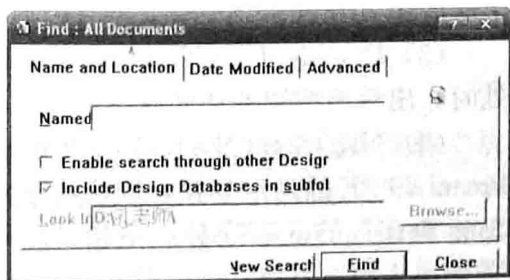

图 1-13 查找文件对话框
(2) New Design（新建设计数据库） 用于创建新的数据库文件。与没有建立数据库前执行“File（文件）→New”（新建）作用相同。
(3) Open（打开） 用于打开已存在的设计数据库文件。
(4) Close（关闭） 用于关闭当前的文件。
(5) Close Design（关闭设计库） 用于关闭当前的设计数据库文件。
(6) Export（导出） 用于将当前设计数据库中的文件输出到其他路径。原理图和 PCB 图中，该命令的功能存在一些区别。
(7) Save All（保存全部） 用于保存当前所有已打开的文件。
(8) Send by Mail（发送邮件） 用于将当前设计数据库通过 Email 传送到其他计算机。
(9) Import（导入） 用于将其他文件导入到当前设计数据库，成为当前库中的一个文件。
(10) Import Project（导入项目） 用于导入一个已存在的设计数据库到当前设计中。
(11) Link Document（链接文档） 用于连接其他类型的文件到当前设计数据库中。
(12) Find Files（查找文件） 执行该命令，系统会弹出如图 1-13 所示的对话框，用户可根据不同的条件查找文件。
(13) Properties（属性） 用于管理当前设计数据库的属性。
(14) Exit（退出） 执行该命令退出 Protel 99 SE 系统。